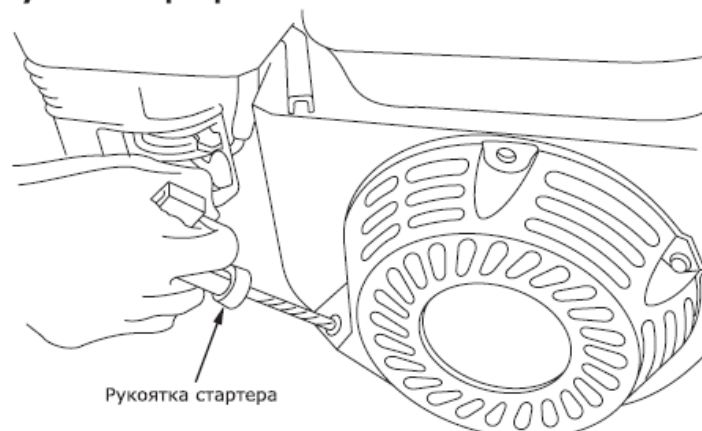

Рис. 12 – Ручной стартер
- Запустите двигатель. Будьте внимательны! При вытягивании шнура стартера шнур может создавать отдачу. Возьмитесь за ручку шнура стартера. Медленно потяните шнур до возникновения сопротивления со стороны двигателя. Не допуская возврата ручки обратно потяните ручку ручного стартера более резко, но не вытягивая шнур на всю длину. Медленно (с натягом шнура) верните ручку в начальное положение (рис. 12). Процесс пуска не должен продолжаться непрерывно более 15-20 секунд. Между отдельными попытками пуска необходимо выдерживать паузу в течение 1 минуты.